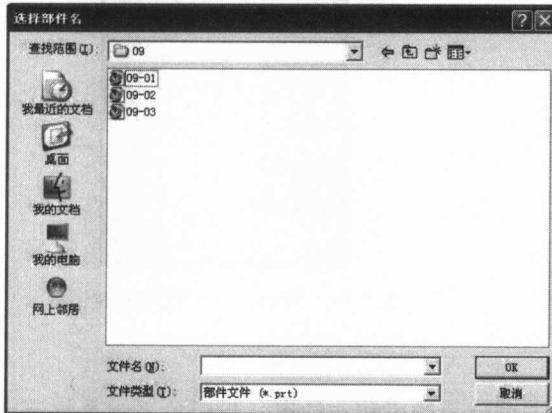

图 1-11 输入新组件名称对话框
选择对话框，要求用户选择添加到该组件中的几何实体。在选择好几何实体以后，系统弹出如图 1-11 所示对话框，要求用户输入一个新组件的名称。
(1) 单击图标 或者单击菜单栏【装配】→【组件】→【添加现有的】，系统弹出类选择对话框，要求用户选择添加到该组件中的几何实体。然后单击【确定】按钮，系统弹出如图 1-11 所示的对话框，要求用户输入一个新组件的名称。